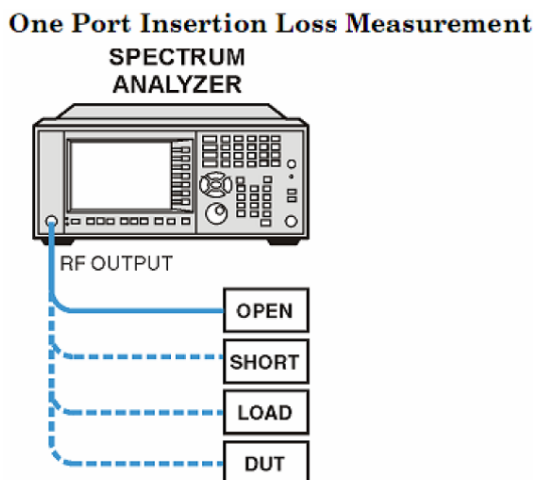

Figura 3: Conexiones para la prueba de un solo puerto (one port insertion loss).
- El procedimiento requiere de la calibración del analizador de espectros antes de obtener la respuesta a la prueba, este procedimiento consiste en una secuencia guiada de pasos. Conecte los dispositivos de calibración al conector RF Output del analizador cuando el procedimiento guiado lo indique en pantalla (ver la figura 3). No haga la conexión del dispositivo de prueba en este momento, luego se le indicará cuando hacerlo.